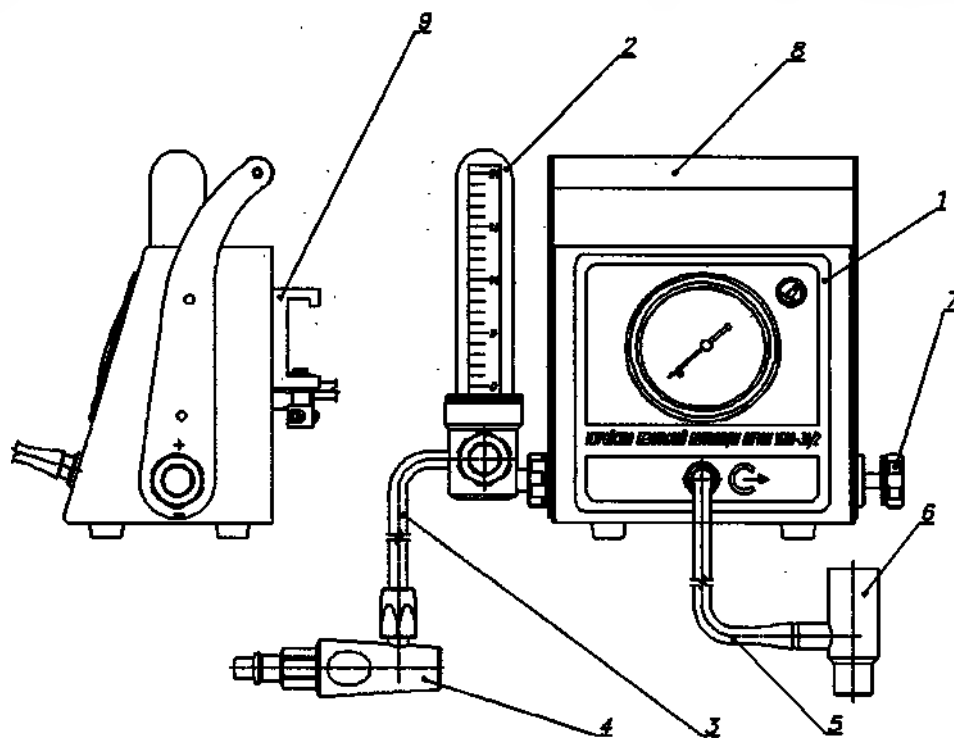

Рис. 1
Общий вид УПВЛ приведен на рис. 1.
10.1.1 Расходомер (поз.2 Рис.1) присоединить к УПВЛ (поз.1); для этого штекер расходомера вставить в гнездо на корпусе УПВЛ и закрепить накидной гайкой (шкала расходомера должна располагаться вертикально, как изображено на рис.1).